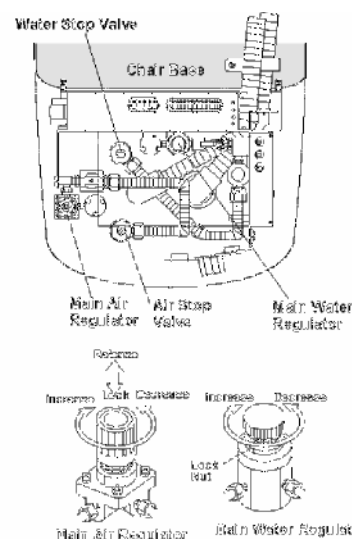

Fig.7-1 Main Air and Main Water Pressure Adjustment
(1) Robinet d'arrêt d'eau et d'air (Fig.7-1)
(2) Pression d'air principale (Fig.7-1)
(3) Pression d'eau principale (Fig.7-1)